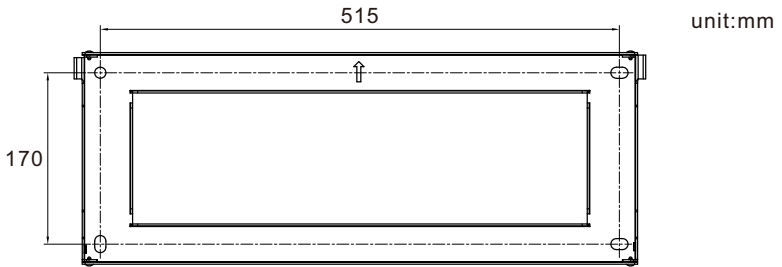
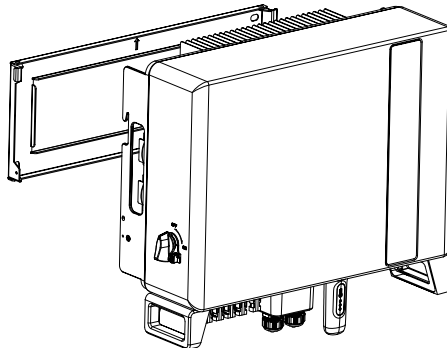

Abbildung 4.3 Wandmontage des Wechselrichters
Abbildung 4.4 Wandmontagehalterung
Nachdem ein geeigneter Standort gemäß 4.1 unter Verwendung von Abbildung 4.3 und Abbildung 4.4 gefunden wurde, befestigen Sie die Wandhalterung an der Wand.
2. Heben Sie den Wechselrichter an (achten Sie darauf, den Rücken nicht zu stark zu belasten), und richten Sie die hintere Halterung des Wechselrichters auf den konvexen Teil der Halterung aus. Hängen Sie den Wechselrichter in die Halterung und vergewissern Sie sich, dass der Wechselrichter fest sitzt (siehe Abbildung 4.4)